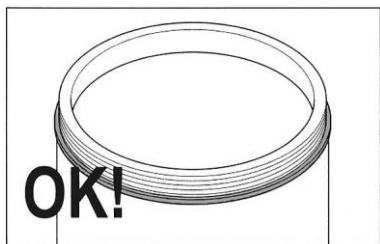

Fig. 31
1. La fig. 31 illustra una guarnizione montata correttamente e cioè distribuita in modo uniforme su tutto il bordo del contenitore.